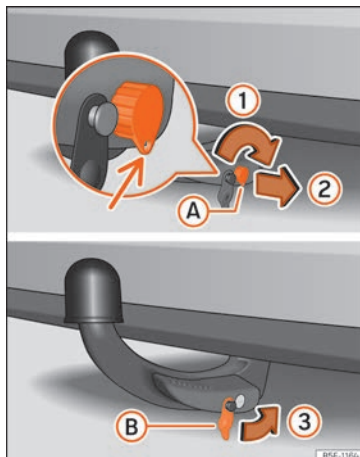

Fig. 175 Colocação do gancho de reboque.
- Rode a chave para a direita apenas meia volta, até que o orifício da chave fique abaixo »» Fig. 175 (1).
- Retire a chave (2).
- Coloque a tampa (B) na fechadura (3) »» Fig. 175 »» ①.